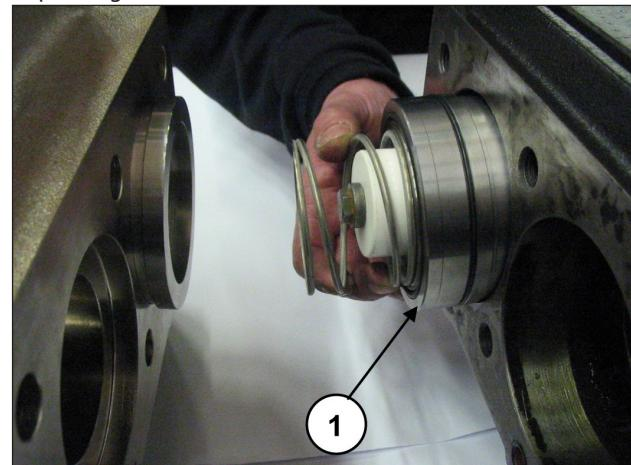

Fig. 154
tourner l'arbre pour faire avancer le guide du piston de sorte que le tampon, en avançant à son tour, puisse chasser le support des joints, le ressort et le groupe piston complet (rep. ①, Fig. 154).